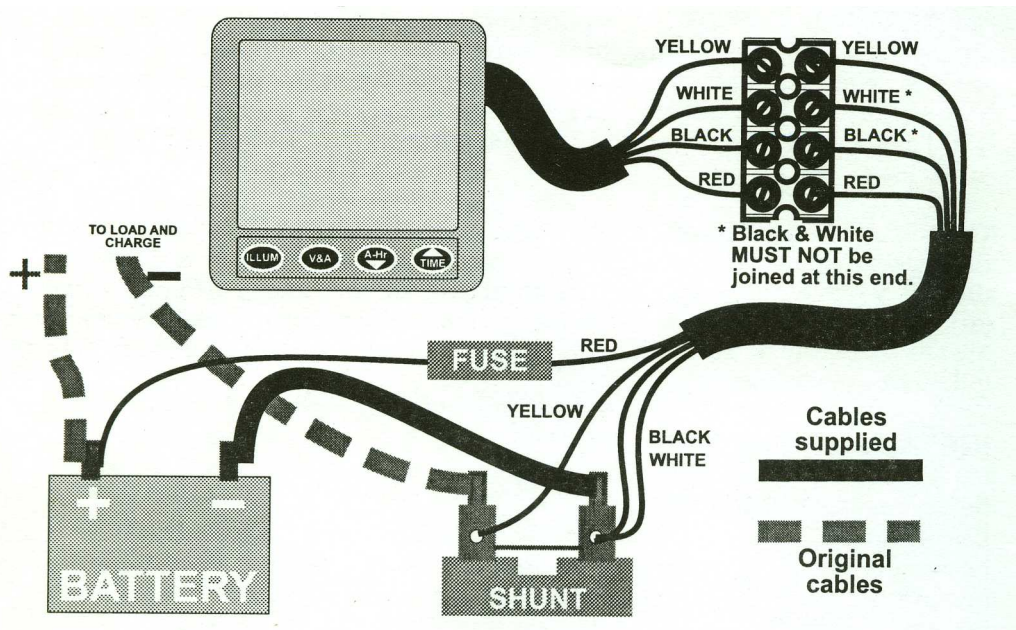

Figura 1 - Collegamento dei cavi
- 5) Collegare il cavo dello **shunt** all'unità display come mostrato in Figura 1, utilizzando la morsettiere in dotazione. Verificare con la massima cura di collegare i cavi esattamente come illustrato, prestando attenzione al fatto che i cavi **bianco e nero** sono uniti dalla parte dello **Shunt** ma sono collegati separatamente dalla parte dello strumento.
- 9) Disconnettere dalla batteria il polo **NEGATIVO** e collegarlo allo **Shunt** come illustrato in **Figura 1**. Assicurarsi che sia posizionato in modo da evitare ogni contatto elettrico con altre parti e verificare che resti asciutto e privo di contaminazioni. Inoltre, ricordare che lo **Shunt** può scaldarsi per via di elevati flussi di corrente,
- 10) Collegare i cavi bianco e nero e il cavo giallo allo Shunt come illustrato nella Figura 1.